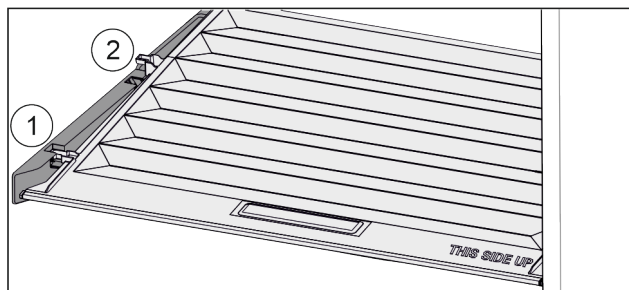

Fig. 26
- ▶ Veko potiahnite dopredu až k otvoru v prídržných dieloch Fig. 26 (1).
- ▶ Vzadu ho nadvihnite zospodu a zložte smerom nahor Fig. 26 (2).